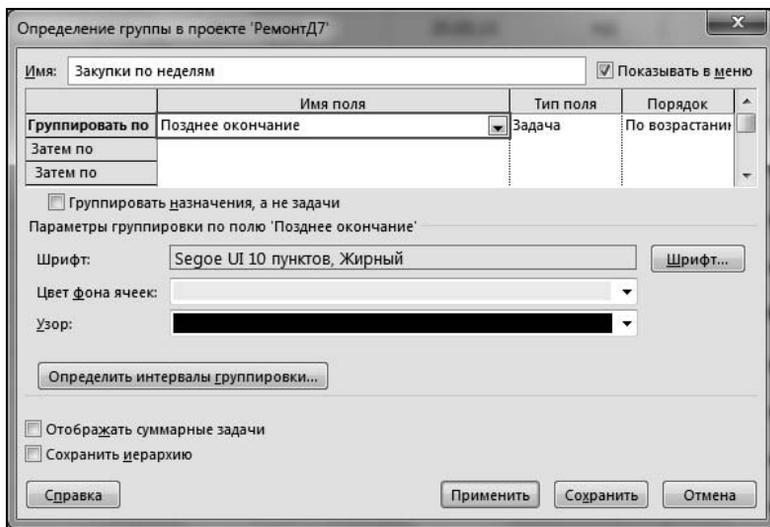
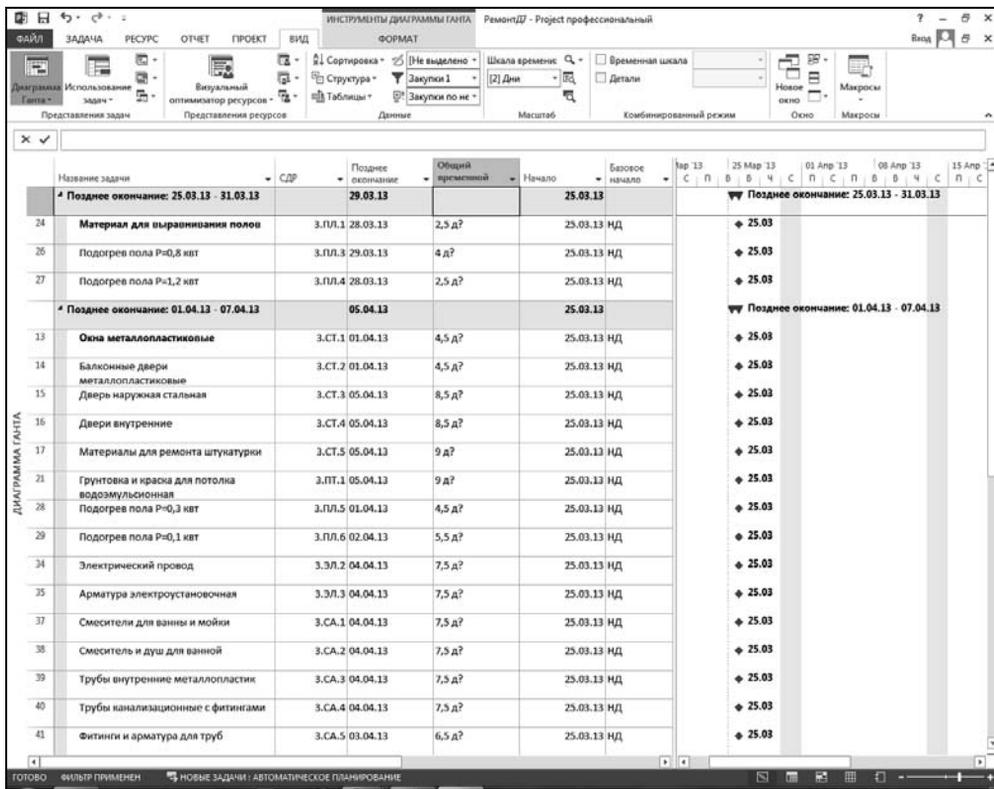

Рис. 7.6. Окно управления группировкой данных
Рис. 7.8. Сгруппированный по неделям перечень поставок проекта-примера
2. В открывшемся окне (см. рис. 7.6) в поле **Имя** ввести текст **Закупки по неделям**.
3. В окне списка **Группировать по** щелчком открыть список полей базы данных Project и выбрать в нем значение **Позднее окончание**. Окно управления группировкой должно принять вид, показанный на рис. 7.6.
5. После этого будет выполнен возврат к показанному на рис. 7.6 окну. Для применения установленного режима группировки нажать кнопку **Применить**. Вставить в текущую таблицу колонки **Позднее окончание** и **Общий временной резерв**. В результате выполненных действий перечень задач примет вид, показанный на рис. 7.8.
5. В списке **Тип ограничения** выбрать значение **Фиксированное начало**. В окне **Дата ограничения** ввести дату **25.03.2013**. Эта дата определена на основании данных, показанных на рис. 7.8, и с учетом даты начала проекта. После этого для завершения работы с описанием новой задачи нажмите кнопку **ОК**.